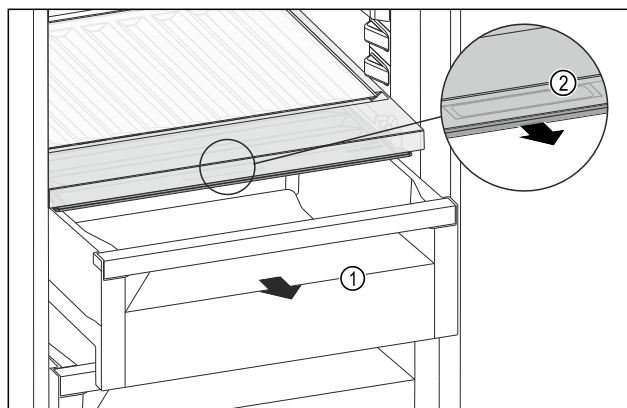

Fig. 240
- ▶ Tërhiqni jashtë sirtarin Fig. 240 (1).
- ▶ Kapni dorezën e futur Fig. 240 (2) në kapakun e ndarjes dhe në të njëjtën kohë tërhiqni përpara kapakun e ndarjes.